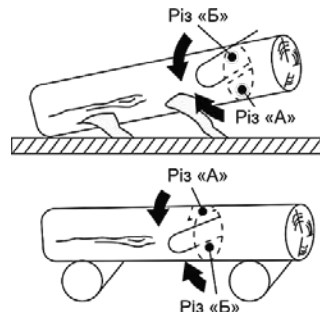

Рисунок 6
4.6.1 Розпилювання колоди за допомогою опор (рисунок 6)